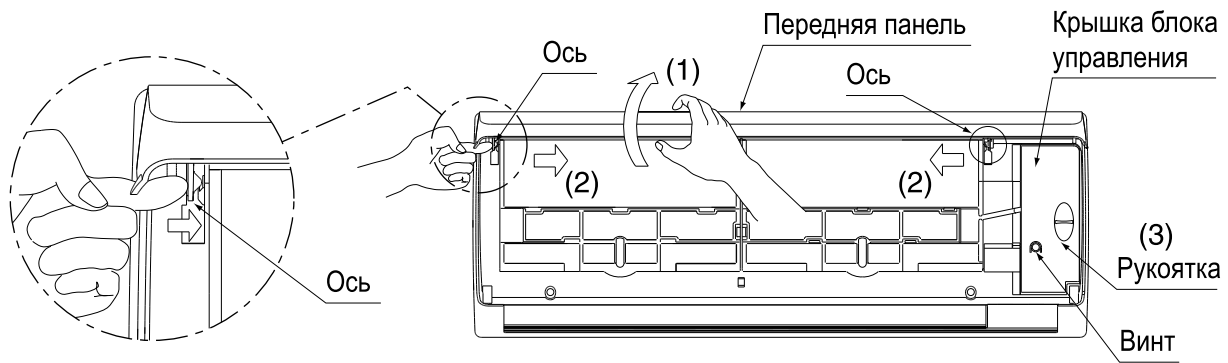

Рис. 6
(1) Снимите лицевую панель и крышку блока управления. (См. Рис. 6)